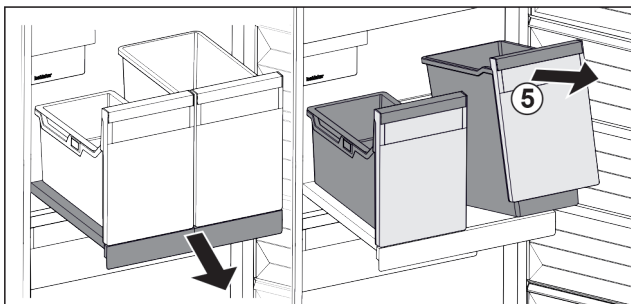

Fig. 118
- Ngrijeni kutinë Fig. 118 (5) lart përpara.